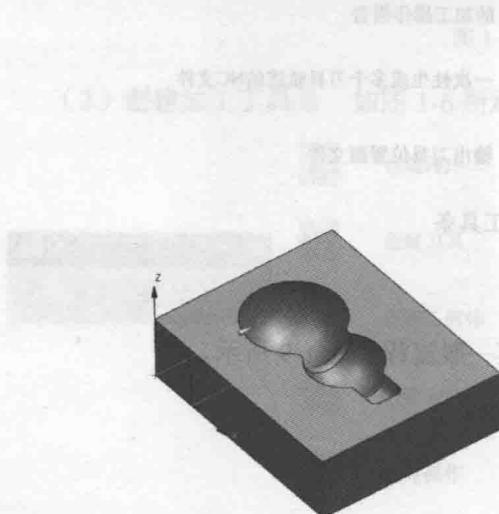

图 1-10 打开文件
1) 进入 UG 软件，单击“打开”按钮 ，打开光盘中的文件 sample/source/01/ksrm.prt，如图 1-10 所示。